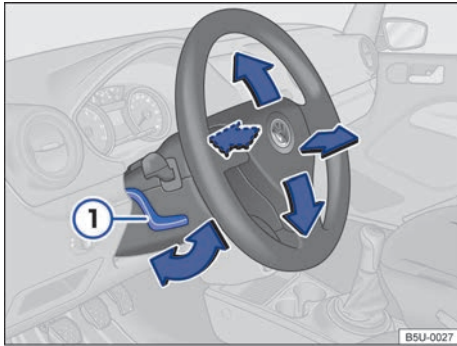

Fig. 48 Ajustar la posición del volante mecánicamente.
- Empujar la palanca ⇒ **fig. 48** ① hacia abajo y colocar el volante en la posición deseada.